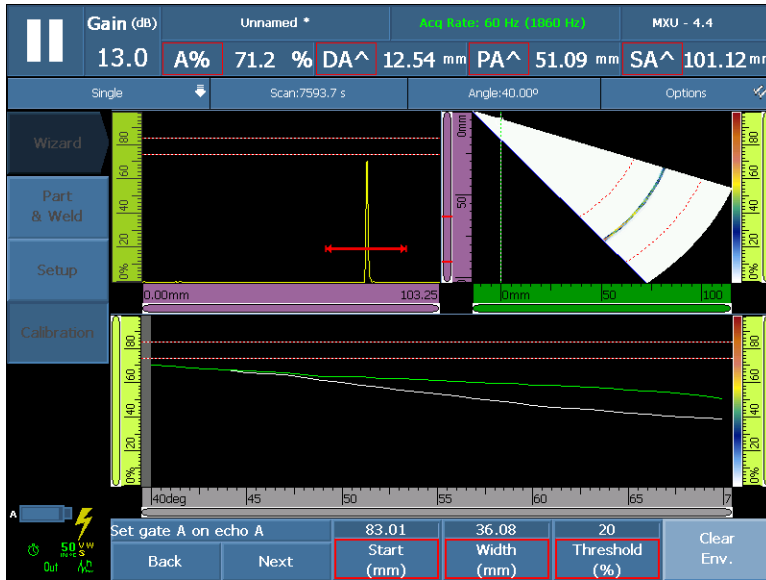

Рис. 5-22 Установка строга А на огибающую сигнала
6. В шаге **Уст. строб А на эхо А** выполните следующее (см. Рис. 5-22 на стр. 152):